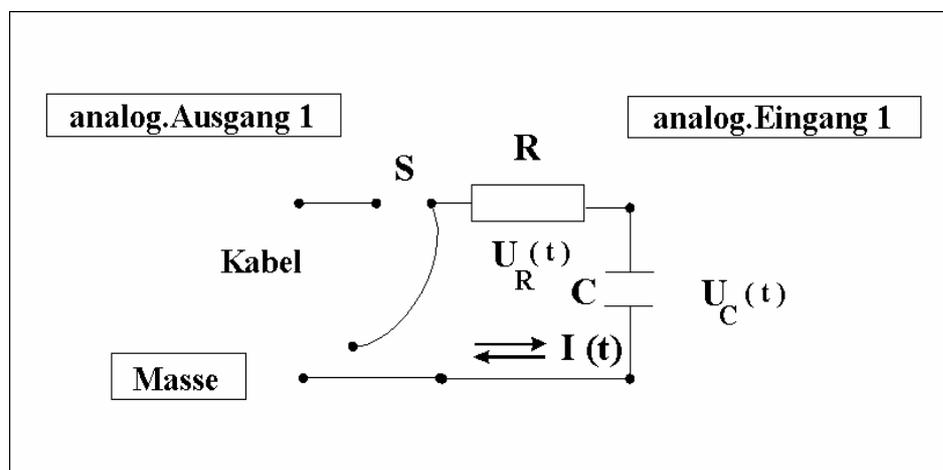

Abb. 1: Schaltung
Nach der Maschenregel addieren sich im Gleichstromkreis (Abb.1) die Spannungen am Widerstand  $U_R(t)$  und am Kondensator  $U_C(t)$  zur Spannung  $U_0$
- 3.1 Bauen Sie die Schaltung nach Abb.1 auf. Dabei ist der Widerstand  $R \geq 10 \text{ k}\Omega$  zu wählen. Ein kleinerer Widerstand kann zur Zerstörung der Messkarte im Computer führen. **Achten sie insbesondere darauf, dass es nicht zum Kurzschluß der Anschlüsse „analog, Ausgang 1“ und „Masse“ kommt.** Der Schalter  $S$  wird mit dem Kabel „analog, Ausgang 1“ und einer kurzen Leitung realisiert. Die Spannungsmessung  $U_C(t)$  wird von der Messkarte im Computer ausgeführt, die nach Abbildung 1 anzuschließen ist.
Starten Sie die Messwertaufnahme der Ladekurve über den Menüpunkt „Speichern“  $\rightarrow$  „Start“ und anschließend Verbinden von „analog, Ausgang1“ mit dem Widerstand durch eine kurze Leitung entsprechend Abb.1. Gehen Sie sinngemäß bei der Aufnahme der Entladekurve vor. Starten Sie zuerst die Speicherung, öffnen dann die Verbindung zwischen „analog, Ausgang 1“ und dem Widerstand und schließen dann erst mit einer kurzen Leitung den Eingang des RC-Glieds kurz. Dadurch können Sie die Entladung des Kondensators über den Eingangswiderstand der Messkarte sehen, die u.a. zu einem systematischen Fehler bei der Bestimmung der Zeitkonstante  $\tau = R C$  führt. Für einen ersten Test Ihrer Messergebnisse können Sie sich diese in einer einfachen Grafik mit dem Programm „st-pc“ ansehen: „Datei“-„Öffnen“-„Eigene Dateien“-„File-name“ aufrufen. Im erscheinenden Menü „analoger Eingang Nr.1“ zur Anzeige auswählen. Für eine komfortable Darstellung und Weiterverarbeitung im Programm „Origin“ müssen die Messfiles exportiert werden.